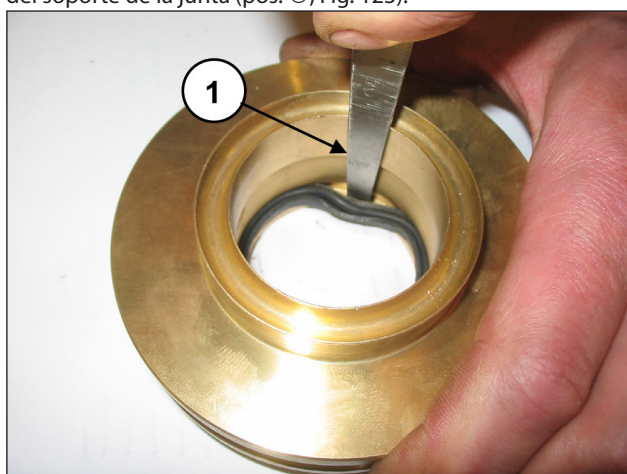

Fig. 123
Para quitar la junta de baja presión, es necesario utilizar un espesímetro o una herramienta que no dañe el alojamiento del soporte de la junta (pos. ①, Fig. 123).